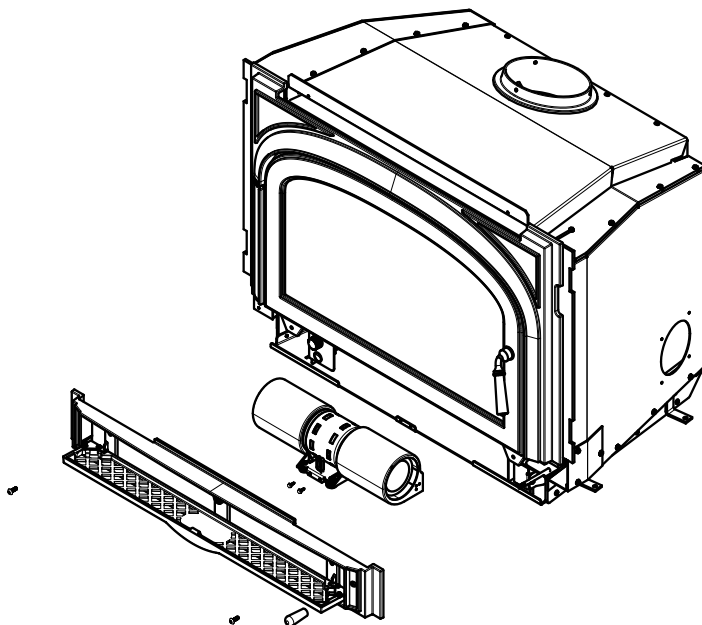

Figure 22.1
2. La grille sur le dispositif d'accès au ventilateur est articulée. Faites pivoter la grille vers le bas pour exposer les 2 vis (**Figure 22.1**).